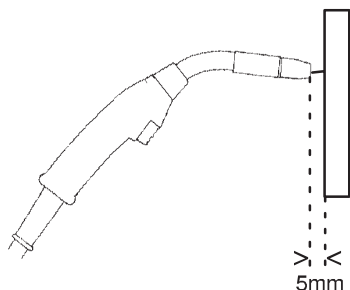

Fig. 1
- Quando se posiciona a pistola a uma distância de aproximadamente 5 mm do pedaço de madeira (fig. 1) os roletes de alimentação deverão patinar.